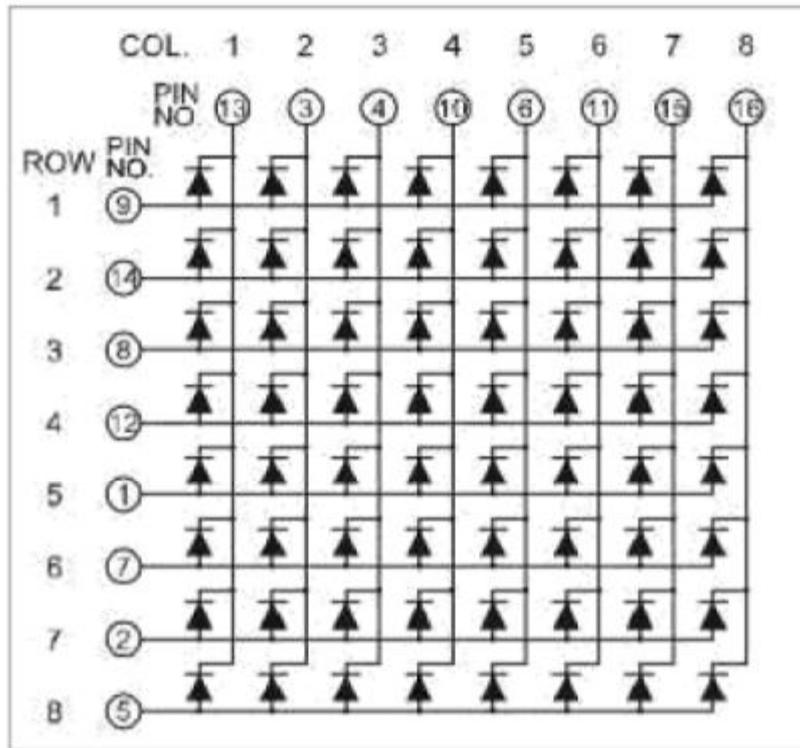

Рис. 15.2. Расположение выводов матрицы FYM-23881BUG-11
- количество выводов (рис. 15.2) — 16 (8 анодов, 8 катодов).